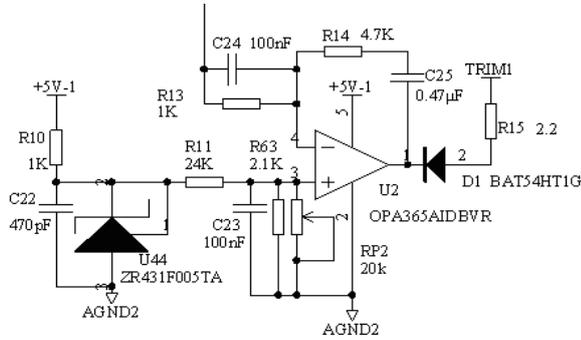
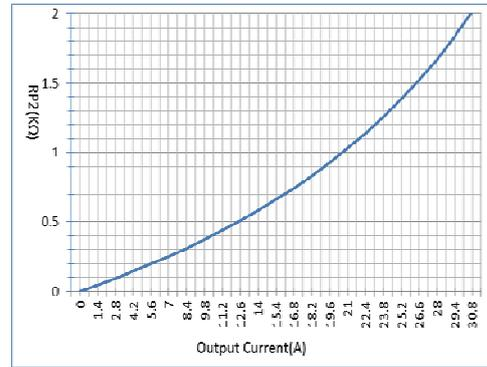

图13 恒流充电电路
图14 RP2的阻值随输出电流的变化关系曲线
(1)通过更改图13中RP2的阻值可改恒流的电流范围;当RP2阻值为387Ω时,恒流电流为10A;RP2阻值为965Ω,恒流电流为20A;RP2阻值为1.69KΩ,恒流电流为28.1A,RP2的阻值从最小到最大变化时,电流范围为0A-28.1A(可见图14),最大不超28.1A,即RP2最大阻值为1.69KΩ。